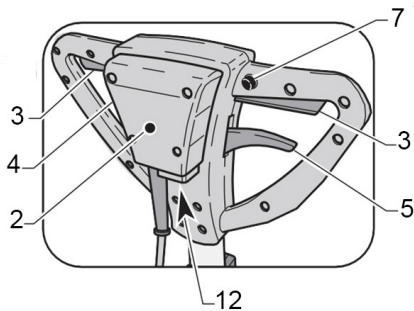

Abb. 12: Bedienungselemente der Führungssäule
1. Knopf zum Entriegeln der Bürstendrehhebel (Pos. 7, Abb. 12).
Drücken Sie den Knopf (Pos. 7, Abb. 12), um die Bürstendrehhebel zu entriegeln (Pos. 3, Abb. 12).
2. Hebel zum Ausführen der Bürstendrehung (Pos. 3, Abb. 12).
Durch Anzug der Hebel zur Bürstendrehung (Pos. 3, Abb. 12) wird die Drehung der Bürste freigegeben.
Bei Loslassen der Hebel (Pos. 3, Abb. 12) hält die Drehung der Bürsten an und die Maschine stoppt automatisch.
Für einen Dauerbetrieb der Maschine werden die Hebel (Pos. 3, Abb. 12) angezogen gehalten.
3. Hebel zur Einstellung der Wasserzufuhr (Pos. 4, Abb. 12). Nur bei Verwendung des optionalen Tanks!
Durch Anzug des Hebels (Pos. 5, Abb. 12) wird die Wasserabgabe für die Bodenwaschung freigegeben.
Bei Loslassen des Hebels (Pos. 5, Abb. 12) wird die Wasserabgabe unterbrochen.
Schritt 1: Ziehen Sie den Hebel (Pos. 5, Abb. 12) nach oben und senken Sie den Griff, bis er sich in Hüfthöhe befindet (vollständig ausbalanciert).
Schritt 2: Drücken Sie den Knopf (Pos. 7, Abb. 12) um die Starterhebel für die Bürstenrotation zu entriegeln (Pos. 3, Abb. 12).
Schritt 3: Durch Anzug der Hebel (Pos. 3, Abb. 12) wird die Maschine gestartet.
Schritt 4: Wenn beide Hebel (Pos. 3 Abb. 12) losgelassen werden, stoppt die Maschine.
Schritt 1: Nach dem Start der Maschine beginnen Sie mit den Reinigungsarbeiten, indem Sie die Hebel (Pos. 3 Abb. 12) angezogen halten, damit die Maschine läuft und die Bürstenrotation aktiv ist.
Schritt 5: Wenn die Maschine mit dem optionalen Tank ausgestattet ist, erfolgt die Wasserabgabe über den Hebel (Pos. 5, Abb. 12).
Schritt 6: Werden die Hebel (Pos. 3, Abb. 12) losgelassen hält die Drehung der Bürste an und die Maschine schaltet sich aus.
Schritt 2: Lassen Sie die Hebel (Pos. 3, Abb. 12 bzw. Abb. 3) los, um die Drehung der Bürste abzustellen. Nur dann schalten Sie die Maschine aus.